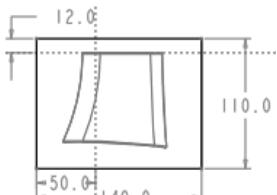

图 2.4 截面草图
(1) 选择命令。单击**模具**功能选项卡**形状**▼区域中的**拉伸**按钮。
(2) 定义草绘截面放置属性。在绘图区中右击，从快捷菜单中选择**定义内部草绘...**命令，在系统弹出的“草绘”对话框中，选择**MOLD_FRONT**基准平面作为草绘平面，草绘平面的参考平面为**MOLD_RIGHT**基准平面，方位为**右**，然后单击**草绘**按钮，系统进入截面草绘环境。
(3) 进入截面草绘环境后，系统弹出“参考”对话框，选取**MOLD_RIGHT**基准平面和**MAIN_PARTING_PLN**基准平面为草绘参考，然后单击**关闭(C)**按钮，然后绘制图2.4所示的截面草图。完成绘制后，单击“草绘”操控板中的“确定”按钮。
(4) 选取深度类型并输入深度值。在操控板中选取深度类型**对称**，在深度文本框中输入深度值110.0并按Enter键。
(5) 在操控板中单击按钮，则完成拉伸特征的创建。